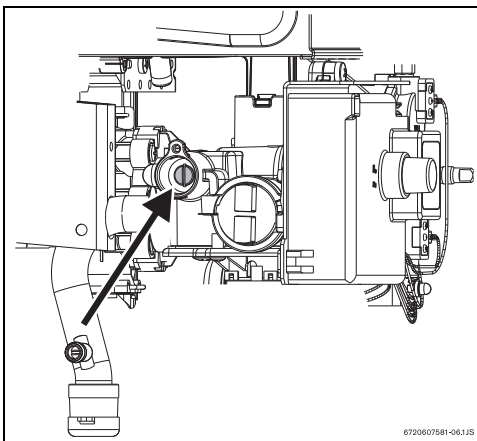

Fig. 13 Tornillo de ajuste de máximo caudal de gas
- ▶ Desmontar la cubierta del tornillo de ajuste del gas (Fig. 13).
- ▶ Utilizando el tornillo de ajuste (Fig. 13) regular la presión atendida a los valores de la tabla 7.